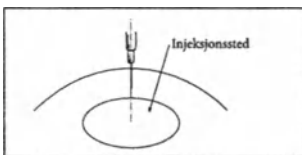

FIGUR 9
- f) For å finne den eksakte plasseringen av MAGNA-SITE®, roter MAGNA-FINDER® 90° og igjen, beveg MAGNA-FINDER® langsomt fram og tilbake. Når magnetposisjonsindikatoren igjen er perpendikulær, lager du to merker til, som vist i figur 9.